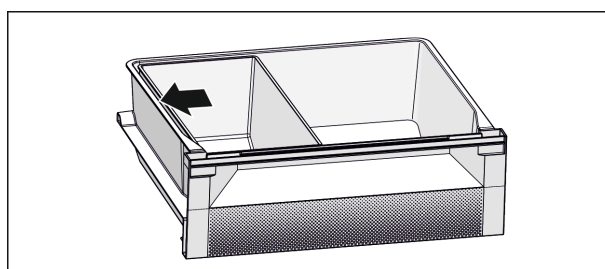

Fig. 7
- Az optimális hűtési funkcióhoz: A Fish & Seafood-tálcat az ábra szerint helyezze el (lásd Fig. 7).